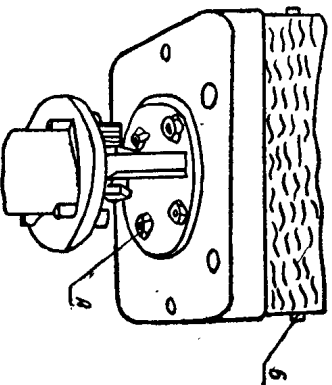

рис. 11
- г) Устройство для наклона и установки колонки в определенном направлении (рис. 11)
1. Снимается устройство для наклона и направления колонки (после освобождения 4-х винтов М8 — рис. 11 поз. А).
Освобождаются четырнадцать винтов М4 (рис. 11 поз. Б), расположенных с двух сторон колонки. После этого, осторожно